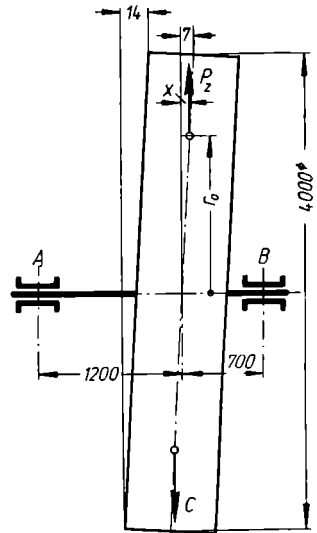

Bild 68
92. I. Der Kranzring einer Riemenscheibe von 4000 mm Außendurchmesser hat eine Masse von 1600 kg. a) Wie groß ist die Fliehkraft einer Kranzhälfte bei 125 U/min? Die Masse des Kranzes werde auf dem äußeren Umfang vereinigt gedacht. b) Welche Lagerbelastungen A und B erzeugen die Fliehkkräfte des Kranzes, wenn die Scheibe derart schief auf die Welle aufgekeilt ist, daß der Kranz um 7 mm seitlich verschoben ist, also um 14 mm schlägt (im Bild 68 übertrieben dargestellt)? c) Zwischen welchen Grenzwerten sind die beiden resultierenden Lagerdrücke A und B veränderlich?